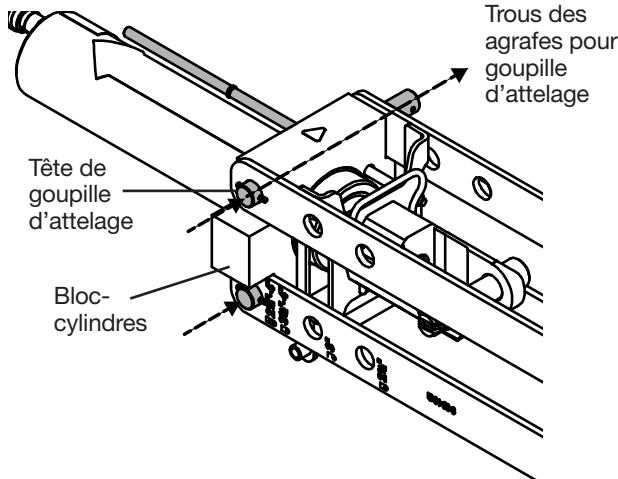

Figure 6
8. Insérer l'attelage du bloc-cylindres du côté où le bloc-cylindres dépasse les fourches de connexion (Fig. 6).